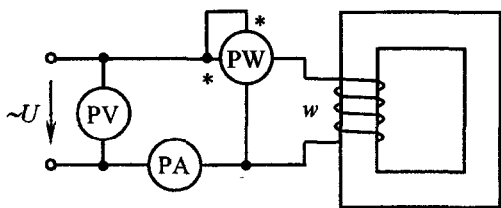

Рис. 2.6
**Задача 2.9.** Для определения параметров схемы замещения катушки со сталью использована схема рис. 2.6. Приборы показали:  $U = 127$  В,  $I = 5$  А,  $P = 100$  Вт. При включении катушки в цепь постоянного напряжения  $U_- = 12$  В ток  $I_- = 4$  А. Число витков катушки  $w = 200$ .
**Задача 2.10.** В цепи рис. 2.6  $U = 220 \text{ В}$ ,  $I = 5 \text{ А}$ ,  $P = 225 \text{ Вт}$ . Частота источника напряжения  $f = 50 \text{ Гц}$ . Число витков катушки  $w = 500$ , её активное сопротивление  $R = 5 \text{ Ом}$ . Амплитуда магнитного потока сердечника в заданном режиме  $\Phi_m = 18 \cdot 10^{-4} \text{ Вб}$ .